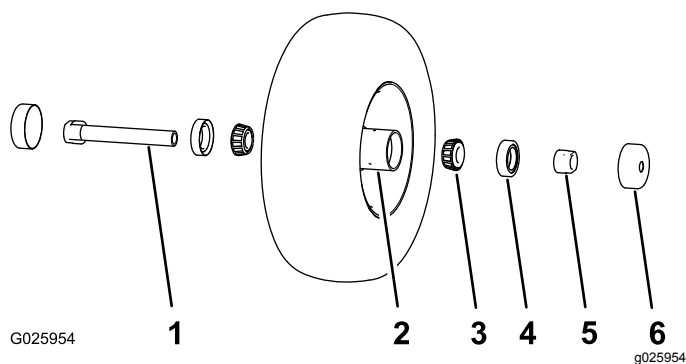

Figure 34
1. Déposez les 2 protège-joints du moyeu de roue (Figure 34).
2. Déposez 1 des écrous d'écartement de l'arbre de la roue pivotante (Figure 34).
Remarque: Notez que du frein-filet a été appliqué pour bloquer les écrous d'écartement sur l'arbre de roue (Figure 34).
3. Déposez l'arbre de la roue (en laissant l'autre écrou d'écartement en place) (Figure 34).
4. Faites levier pour extraire les deux joints de roulement (Figure 34).
5. Déposez les deux roulements et vérifiez s'ils sont usés ou endommagés (Figure 34).
1. Posez 1 roulement dans le moyeu de chaque roue (Figure 34).
2. Posez le joint de roulement dans le moyeu sur le roulement (Figure 34).
- C. Vissez l'écrou de l'arbre, les méplats tournés vers l'extérieur, au bout de l'arbre qui est enduit de frein-filet (Figure 34).
4. Insérez l'ensemble écrou et arbre de roue dans la roue, du côté roulement et joint neuf (Figure 34).
6. Insérez l'autre roulement, assorti d'un joint neuf, dans la roue (Figure 34).
9. Reposez les protège-joints sur le moyeu de roue (Figure 34).